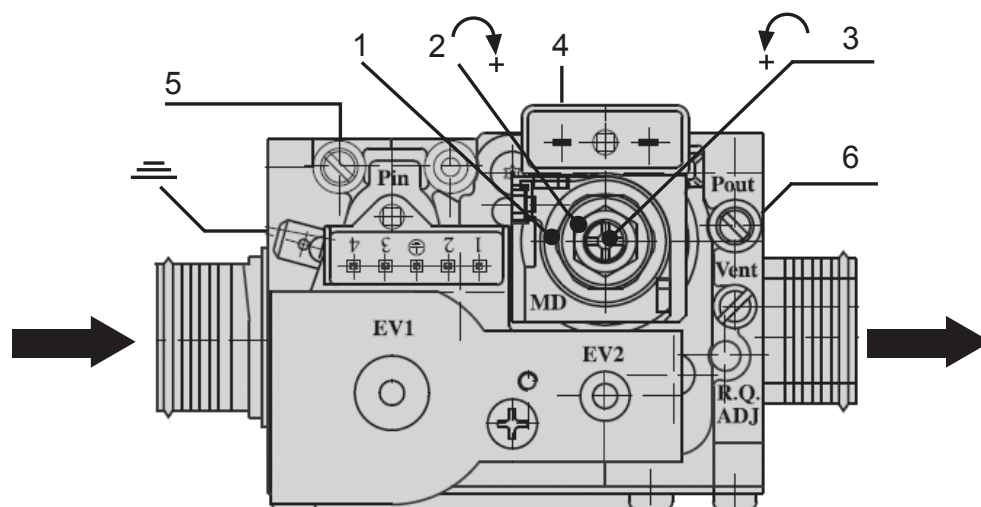

Рис. 18. Газовый клапан.
- Подключите газовый манометр к штуцеру замера давления газа «6» на выходе из газового клапана (см. рис. 18).
- Отсоедините один из проводов с клеммы модулирующей катушки газового клапана (поз. 4 – рис. 18).